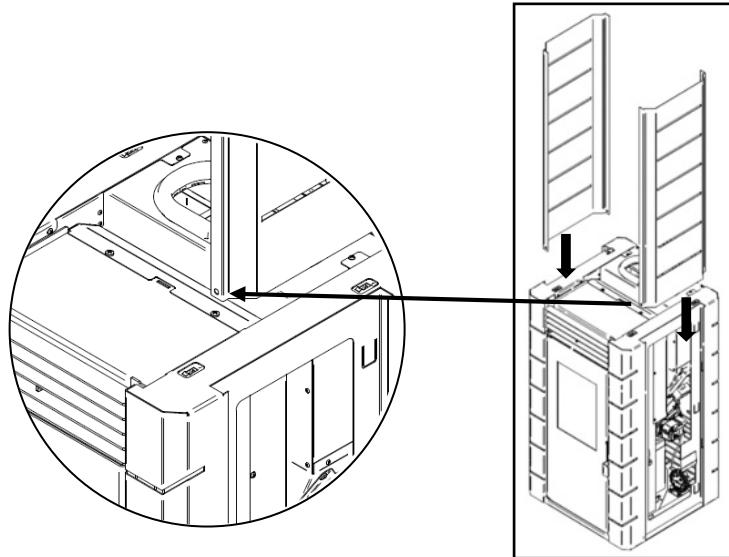

Figura 27 - Colocação envolventes laterais
g) Para os modelos Kili e Pico é necessário realizar um conjunto de tarefas intermédias antes de colocar o tampo. Nos modelos com laterais em chapa pintada e revestimento em pvc resistente a alta temperatura (imitar madeira ou tecido), deve-se encaixar estas no sentido descendente nos rasgos que se encontram nas laterais estruturais do equipamento (Figura 27).